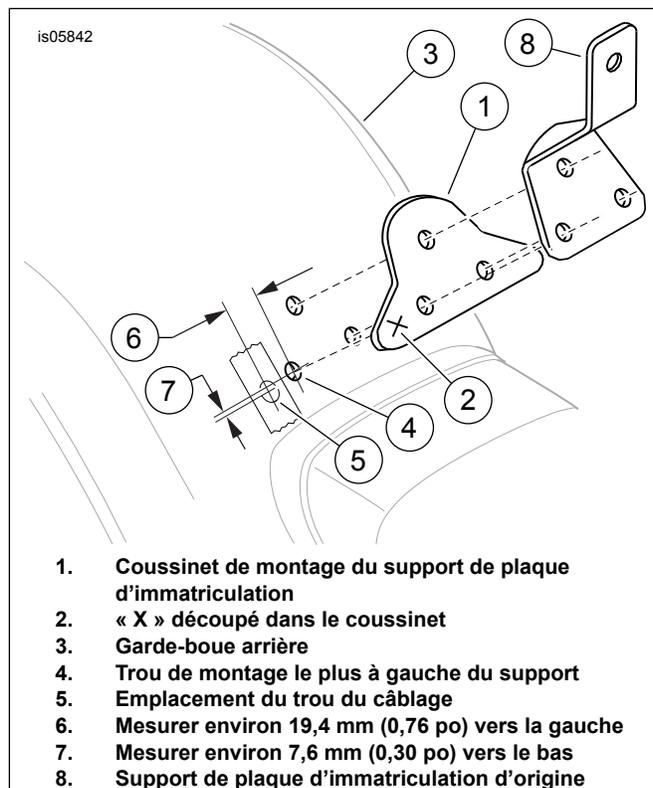
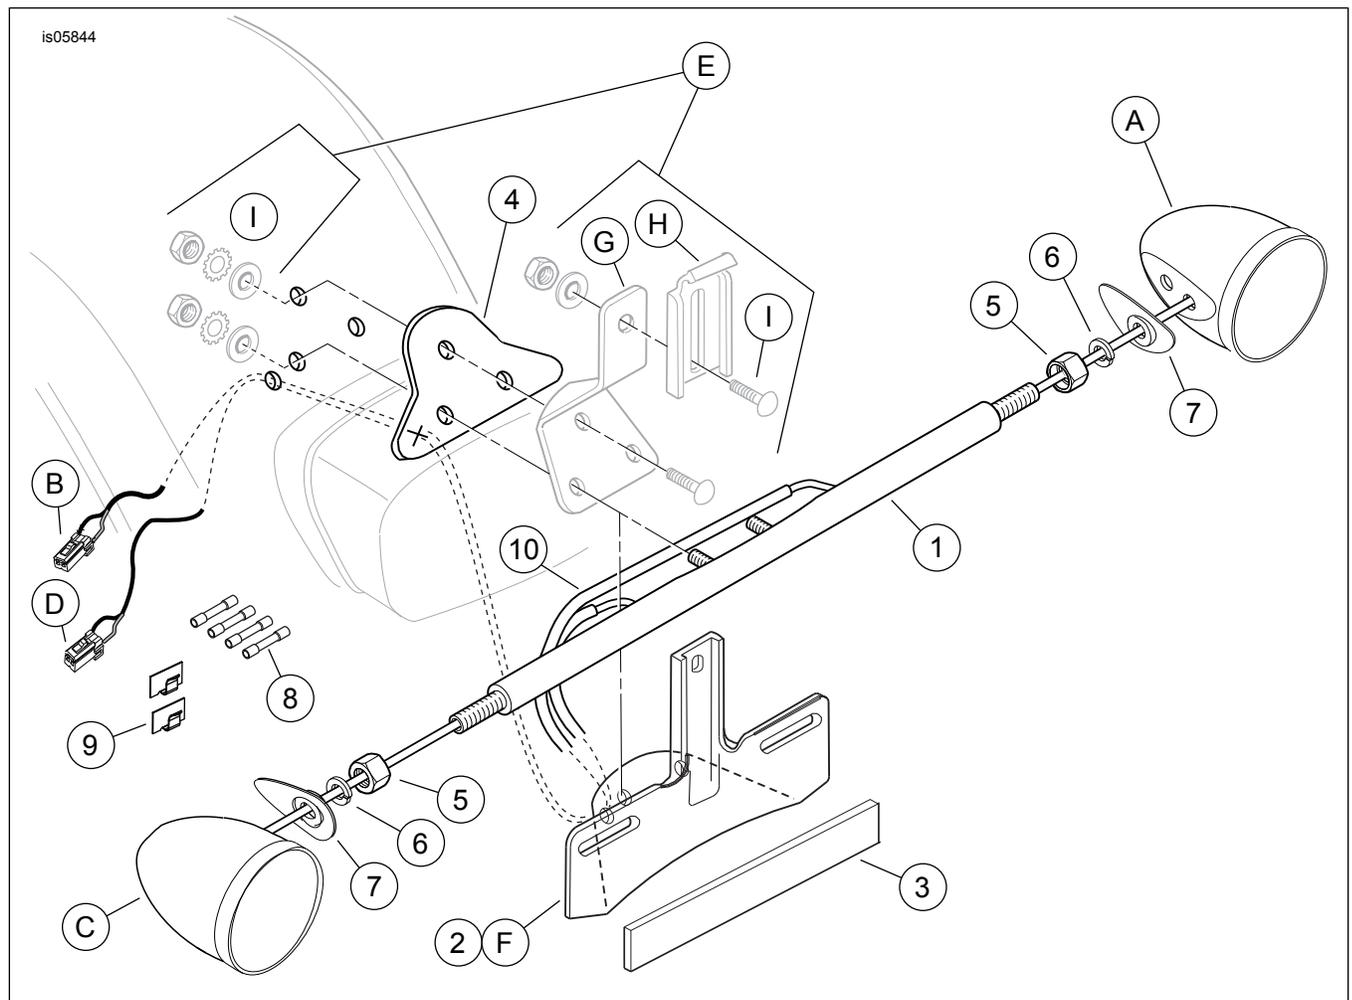

Figure 6. Support de plaque d'immatriculation et coussinet
Figure 7. Pièces détachées, kit de repositionnement de feu de direction arrière
2. Voir Figure 7. Placer l'une des rondelles plates de l'étape précédente sur une **nouvelle** vis (achetée séparément). Insérer la vis dans l'orifice d'attache du garde-boue et du support de garde-boue. Placer l'une des rondelles-frein d'origine sur les filets de la fixation et enduire les filets de quelques gouttes de Loctite 243 – bleu. Attacher le support de garde-boue au garde-boue arrière avec un **nouvel** écrou borgne (acheté séparément). Serrer les fixations au couple de 16,3–24,4 N·m (12–18 ft-lbs). Répéter la procédure pour le côté opposé.
Déposer l'ensemble de support de la plaque d'immatriculation du garde-boue. Voir Figure 7. Conserver la visserie (E) pour l'installation du nouveau support (2) de ce kit.
1. Voir Figure 7. Prendre la barre directionnelle (1) et deux écrous de blocage (5) du kit. Visser un écrou de blocage à fond sur chaque extrémité de la barre directionnelle avec le côté suralésé de l'écrou contre la barre.
1. Voir Figure 6. **Pour les modèles avec TROIS orifices de support de plaque d'immatriculation dans le garde-boue :** **Pour les modèles avec QUATRE orifices de support de plaque d'immatriculation dans le garde-boue :**
- a. Placer un morceau de ruban-cache sur le garde-boue arrière (3) dans la zone à gauche des trois orifices de montage de support de plaque d'immatriculation au-dessus du feu arrière.
- b. Mesurer à partir du trou inférieur gauche (4) selon les dimensions (6) et (7) et marquer l'emplacement du trou (5) sur le ruban.
- c. Placer le nouveau coussinet (1) du kit sur le garde-boue en alignant les orifices avec les trois orifices du garde-boue. S'assurer que le coussinet recouvre un trou de 10 mm (3/8 in) de diamètre à l'emplacement marqué.
- f. Placer le coussinet (1) sur le garde-boue en alignant les trous avec les trois trous du garde-boue.
- h. Placer le nouveau coussinet (1) du kit sur le garde-boue en alignant les orifices avec les trois orifices du garde-boue.
2. **TOUS les modèles :** Retirer le coussinet du garde-boue et découper la lettre « X » (2) au niveau de la marque comme indiqué.
3. Voir Figure 7. Prendre le **nouveau** support de plaque d'immatriculation (2) du kit. Acheminer les fils des deux feux de direction par le trou le plus à gauche dans le support de plaque d'immatriculation, par le « X » découpé dans le coussinet, et par le trou le plus à gauche dans le garde-boue.
4. Placer le coussinet (4) sur le garde-boue en alignant les trous et le « X » découpé avec les quatre orifices du garde-boue. Placer le support de plaque d'immatriculation d'origine (G) sur le coussinet et l'attacher au garde-boue **par l'orifice supérieur seulement** avec les fixations d'origine (E) retirées précédemment.